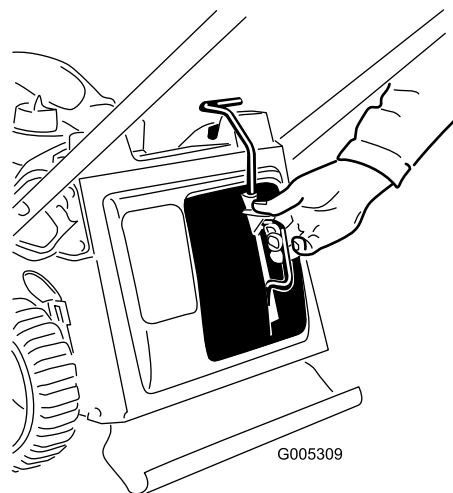

Bild 29
1. Nehmen Sie den Mulchverschluss ab (Bild 29).